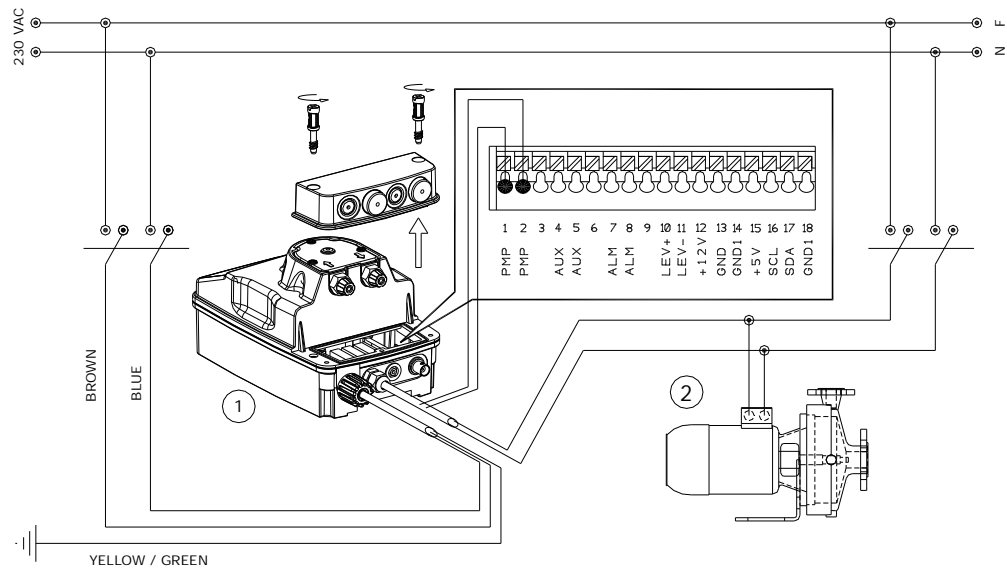

Fig. 2 – Installazione e morsettiera Instalación y el terminal
Respetar las normas en vigor en los diferentes países por lo que se refiere a la instalación eléctrica (Fig. 2). **Si el cable de alimentación no está dotado de enchufe eléctrico, el equipo debe quedar conectado con la red de alimentación utilizando un interruptor onnipolar seccionador que tenga una distancia mínima entre los contactos de 3 mm. antes de tener acceso a los dispositivos de conexión todos los circuitos deben estar interrumpidos.**
- **Entrada 1-2 (PMP)**= Bomba de recirculo. Entrada de 230V (neutro y fase). (Fig.2)